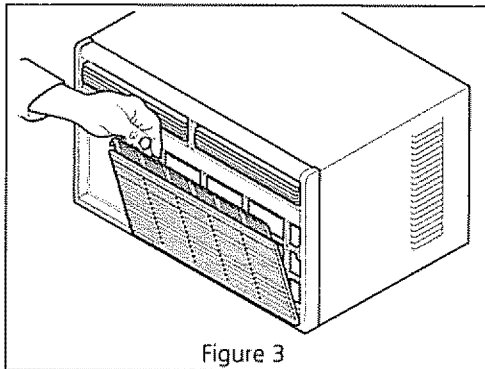

Figure 3
- Lorsque le filtre ou l'attache du filtre est visible sur le devant de l'appareil, agrippez le filtre situé derrière le panneau avant et tirez-le. Ou alors tirez doucement la partie supérieure du panneau avant vers vous, en la faisant pivoter hors du châssis. Tirez le filtre vers le haut et vers l'extérieur en saisissant les attaches du filtre (Figure 3).